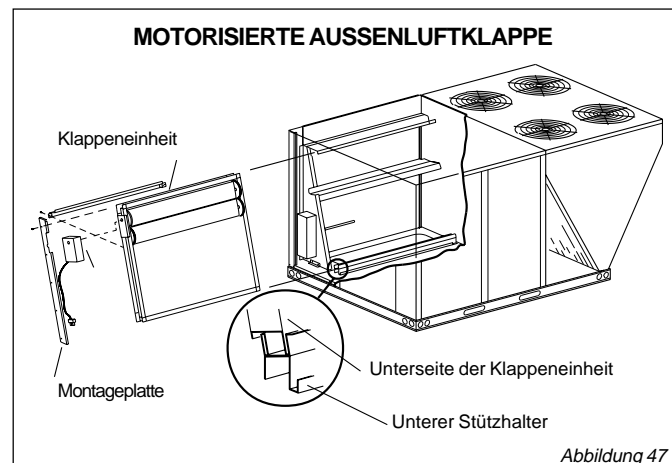

Abbildung 47
**Motorisierte Klappe:** Wenn das Gebäude benutzt wird, arbeitet die Klappe gleichzeitig mit dem Ventilator; wenn das Gebäude unbenutzt ist, bleibt die Klappe geschlossen (Abbildung 47).
3. Passen Sie die Unterseite des Klappenteils an den Stützhalter an und schieben Sie ihn in das Gerät (siehe Abbildung 47).